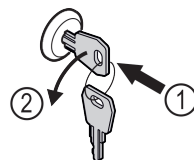

Fig. 170
- ▶ Introducir la llave. Fig. 170 (1)
- ▶ Girar la llave 90° en sentido antihorario. Fig. 170 (2)